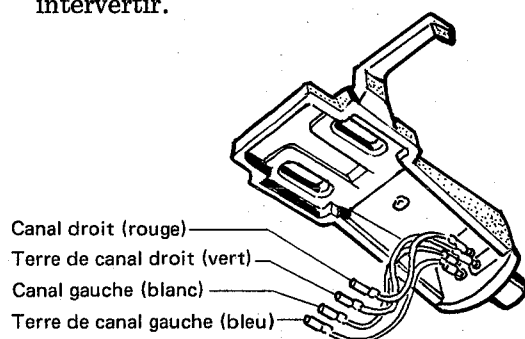

Fig. 2
2. La Fig. 2 montre comment sont alignées les bornes de la coquille livrée comme accessoire. Vérifier l'emplacement et la polarité de chacune des cosses de la cellule et y relier les fils de branchement en prenant garde de ne pas les intervertir.